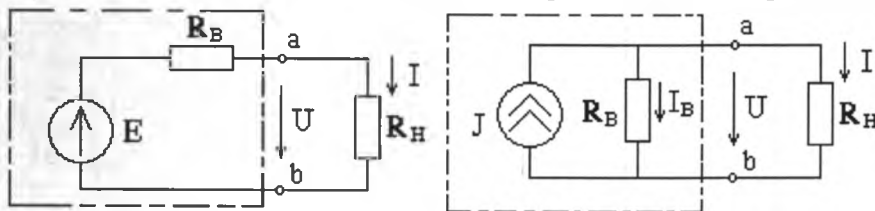

Рис. 2.2, а Рис. 2.2, б
Реальный источник электрической энергии представляется в виде последовательно соединенных источника ЭДС (E) и внутреннего R_B сопротивления (рис.2.2,а) либо в виде параллельно соединенных источника тока J и внутреннего сопротивления R_B (рис. 2.2, б).
Последнему выражению соответствует схема рис.2.2,б, если $J = I_k$.
Таким образом, если I_k и E связаны соотношением $I_k R_B = E$, то схемы на рис.2.2,а и рис.2.2,б действительно эквивалентны. При этом E равно напряжению холостого хода ($R = \infty$) источника электрической энергии, J равен току короткого замыкания ($R = 0$).